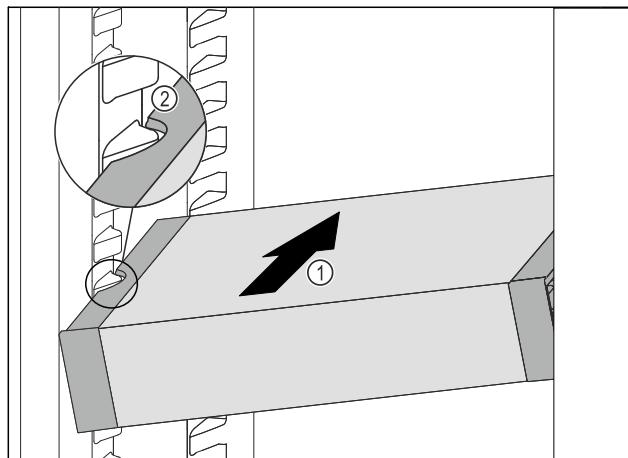

Fig. 63
- Zasuňte VarioSafe do chladničky pod úhlem tak Fig. 63 (1), aby vybrání na bocích Fig. 63 (2) VarioSafe byla na úrovni žebrování na nádoby v chladničce.